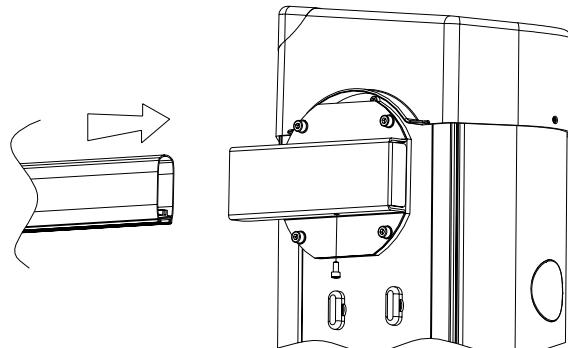

Abb. 6
- Introduire la lisse rectangulaire dans le support du côté opposé au tampon de fermeture, la faire porter en battement sur la pince postérieure, visser définitivement les 4 visse M8 (fig. 6) et fixer la lisse avec la vis M6x12.